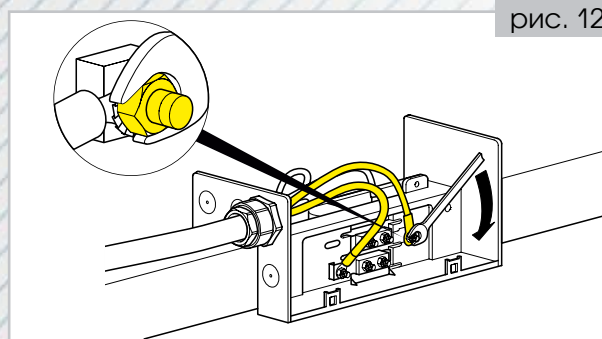

рис. 12
- Закрепить каждый провод на кабельных наконечниках, соблюдая полярность, и провести второй конец силового кабеля через кабельный зажим с контргайкой (смотреть раздел питание троллейного шинпровода с конца). **(рис.12)**